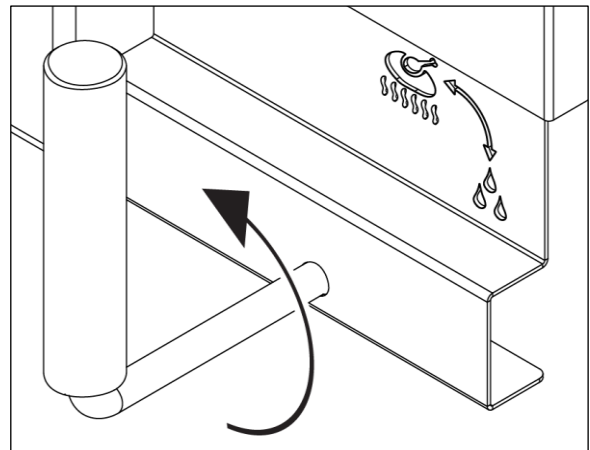

Figura 4-1
2. Asegúrese que la válvula de drenado esté en posición ‘COCINAR’  como se muestra en la Figura 4-1.